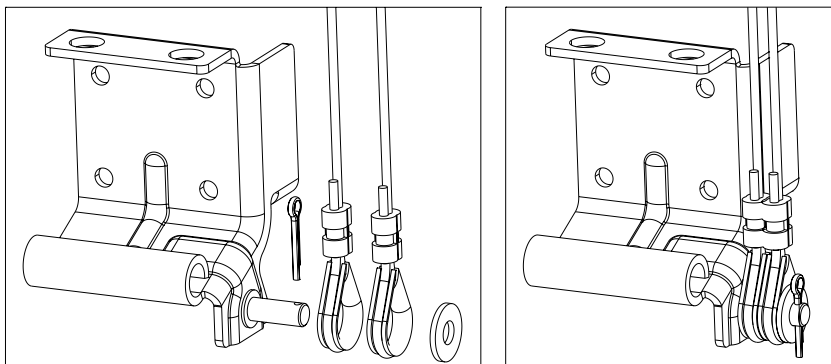

Fig. 13.3
3) indsæt wireløkker på kranken (fig. 13.3). For at fastgøre wire, påsæt spændeskive med split;